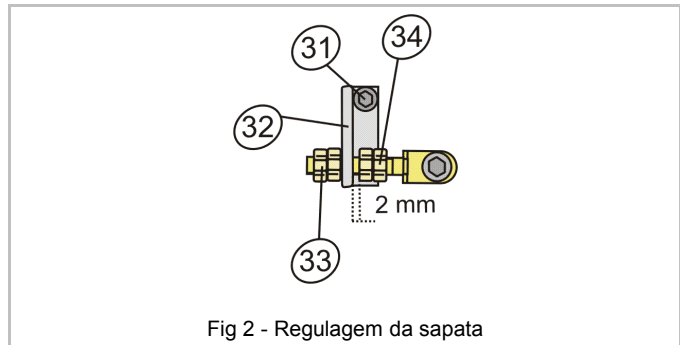

Fig 2 - Regulagem da sapata
2.4 Para ajustar o paralelismo das sapatas com a polia : (fig. 2 - detalhe 6).